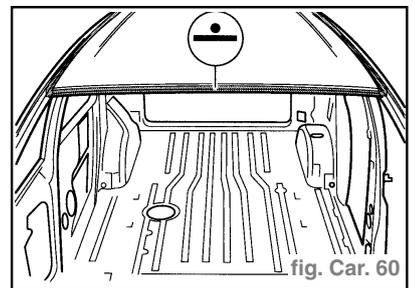

fig. Car. 60
- Soudure le pavillon à la pointeuse électrique (fig. Car. 60).